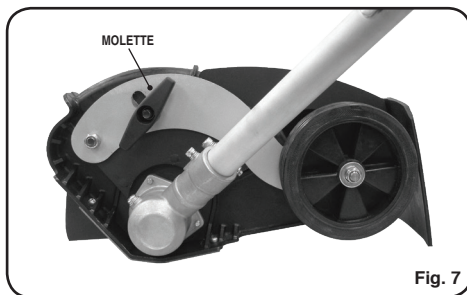

Fig. 7
1. Desserrez la molette et faites tourner la roue vers le haut ou vers le bas pour régler la profondeur de coupe de la lame. Resserrez la molette avant utilisation. (Voir figure 7)